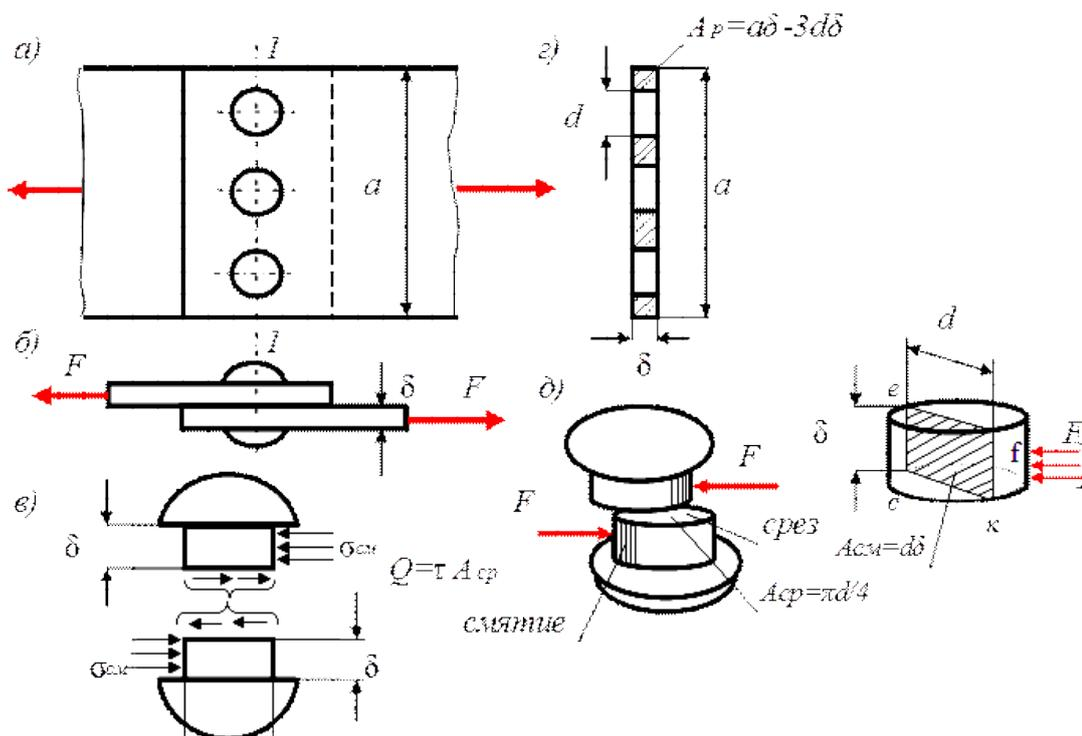

Рис. 1. Заклепочное соединение внахлестку
*Пример.* Определить напряжение растяжения, вызываемое силой  $F = 30$  кН в ослабленном, тремя заклепками сечении стальных полос, а также напряжения среза и смятия в заклепках. Размеры соединения: ширина полос,  $a = 80$  мм, толщина листов  $\delta = 6$  мм, диаметр заклепок  $d = 14$  мм (рис. 1).
Максимальное напряжение растяжения возникает в полосе по сечению 1-1 (рис. 1,а) ослабленному тремя отверстиями под заклепки. В этом сечении действует внутренняя сила  $N$ , равная по величине силе  $F$ . Площадь поперечного сечения показана на (рис. 1, г) и равна  $A_p = a \cdot \delta - 3 \cdot d \cdot \delta = \delta \cdot (a - 3d)$ .
Срез вызывается действием двух равных внутренних сил  $Q = \int_{(A)} \tau_{ср} dA$ , направленных в противоположные стороны, перпендикулярно оси стержня (рис. 1,в). Площадь среза одной заклепки равна площади круга  $\frac{\pi \cdot d^2}{4}$  (рис.1,д), площадь среза всего сечения  $A_{ср} = n \cdot \frac{\pi \cdot d^2}{4}$ , где n – число заклепок, в данном случае n = 3.
На стержень заклепки давление со стороны отверстия в листе передается по боковой поверхности полуцилиндра (рис. 1, д), высотой, равной толщине листа  $\delta$ . С целью упрощения расчета за площадь смятия вместо поверхности полуцилиндра условно принимают проекцию этой поверхности на диаметральный плоскость (рис. 1,е), т.е. площадь прямоугольника  $efck$ , равную  $d\delta$ .